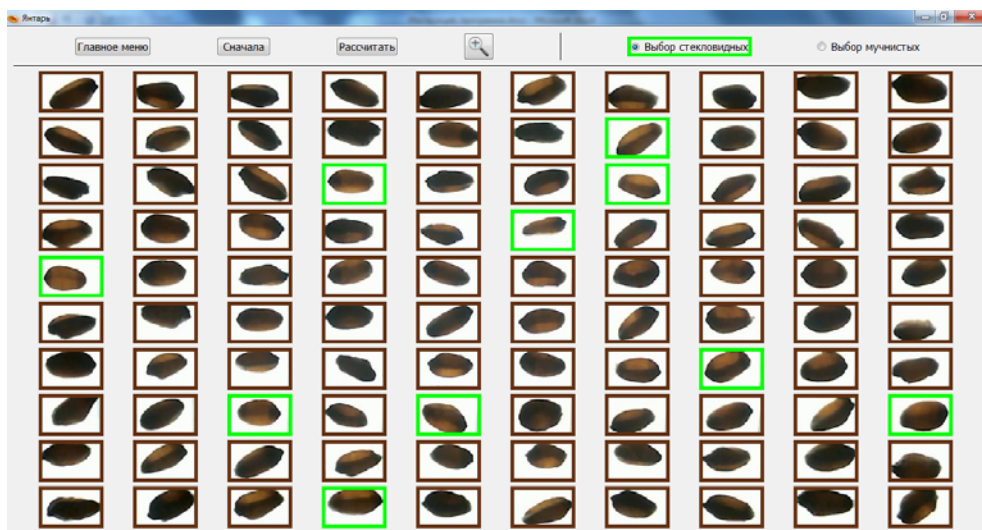

Рис.6 Выбор стекловидных зёрен
- выбрать все стекловидные зёрна, щёлкнув по каждому один раз. Каждое зерно после щелчка выделяется зелёной рамкой (рис.6). Если необходимо отменить выбор, то следует повторно щелкнуть по изображению выбранного зерна.